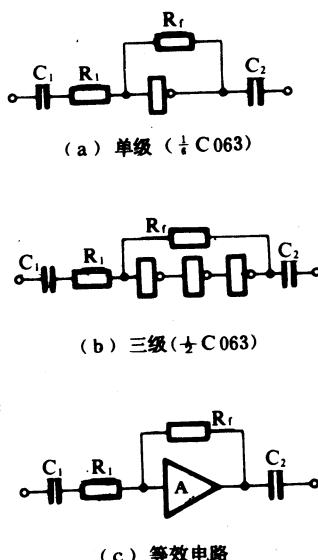

图 5 反馈偏置
1) 反馈偏置法 图 5 是单级和多级（三级）反馈偏置。 R_f 的阻值根据反相器输入电阻 R_i （大于 100 MΩ）和输出电阻 R_o （8~15 kΩ）的值，可选定在 1~10 MΩ 之间。如果要求偏置在 A B 段中点 Q，即 $V_{io} = \frac{1}{2}V_{DD}$ ，这样，
我们可以把单级或多极（三极）串联的反相器，看作是一个运算放大器 A（如图 5 (c) 所示），于是 R_i 为运放 A 的反相输入电阻，它与 R_f 一起提高运放工作的稳定性。整个放大器增益为